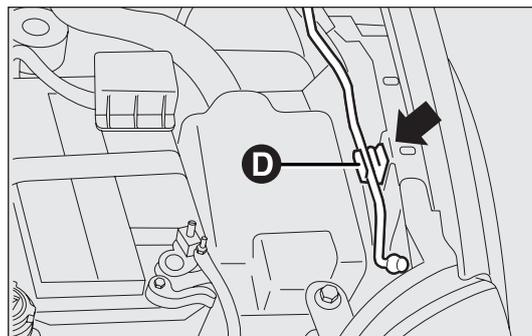
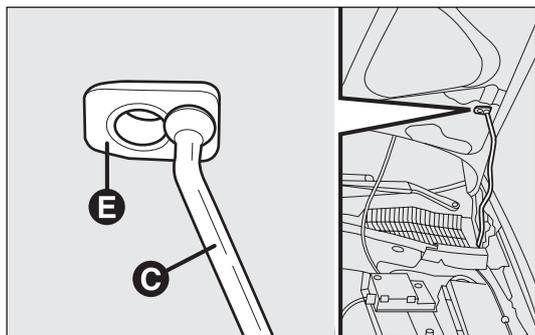

fig. 102
fig. 103
- soulever le capot et en même temps dégager la béquille de maintien D-fig. 102 de son dispositif de blocage, puis engager l'extrémité C-fig. 103 de la béquille dans l'emplacement E du capot.
- tenir le capot soulevé d'une main et de l'autre enlever la béquille C-fig. 103 du logement E et la remettre dans son dispositif de blocage D-fig. 102 ;